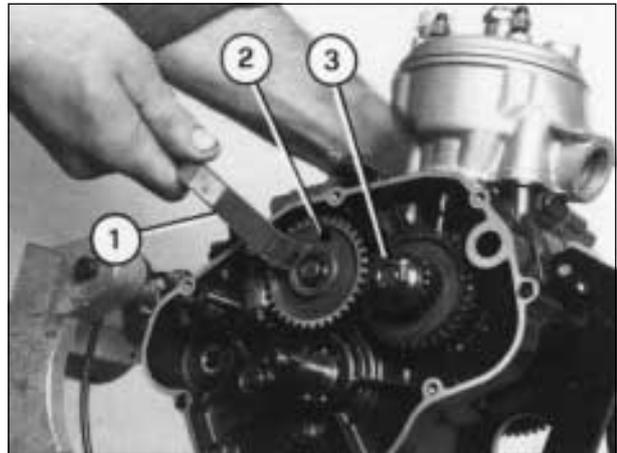
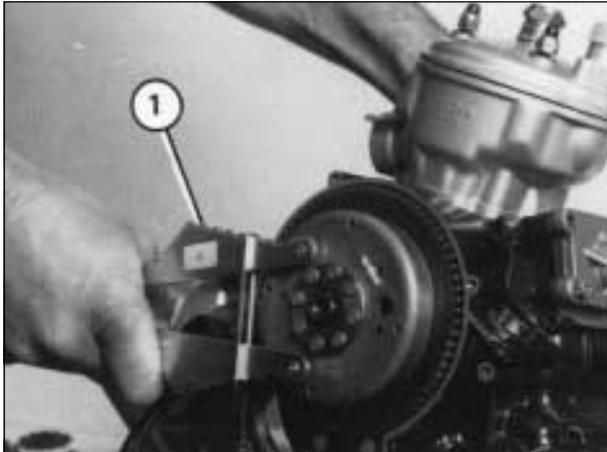
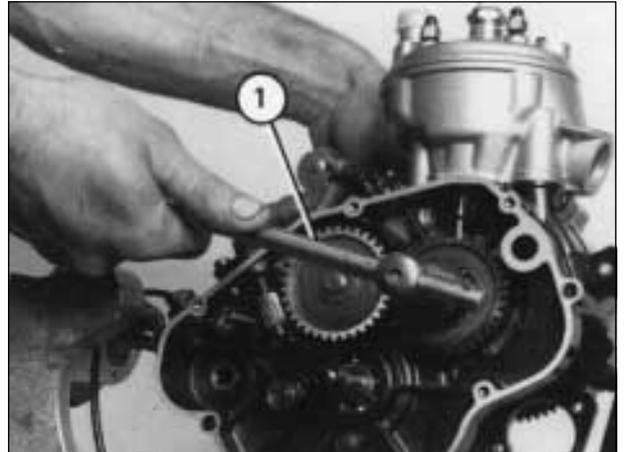

Fig. 10
Fig. 11
Fig. 12
- 11) USANDO l'apposita chiave di fermo volano magnetico (1-Fig. 11) bloccare il volano, e con la chiave (1-Fig. 10) allentare il dado di fissaggio dell'ingranaggio sul contralbero.
- 11) USING the magneto flywheel locking wrench (1-Fig. 11), lock the flywheel and slacken the retaining nut of the gear on the countershaft with the wrench (1-Fig. 10).
- 12) RIMUOVERE l'ingranaggio sul contralbero (2-Fig. 10) e la chiavetta.
- 13) SVITARE il dado (3-Fig. 10) con una chiave da 19 mm (1-Fig. 12), mantenendo sempre fermo il volano con l'apposita chiave; sfilare quindi nell'ordine il pignone motore, l'ingranaggio conduttore contralbero, la chiavetta, la boccia distanziale e l'anello or.
- 12) REMOVE the gear on the countershaft (2-Fig. 10) and the key.
- 13) UNSCREW the nut (3-Fig. 10) with 19 mm wrench (1-Fig. 12), always holding the flywheel still with the special wrench: then remove, in this order, the primary drive gear, drive gear, the key, the spacer bushing and the o-ring.